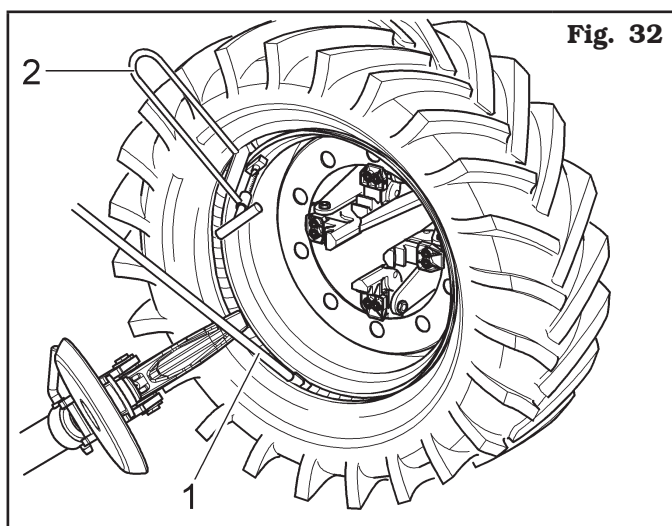

Fig. 32
- Tourner le mandrin dans le sens des aiguilles d'une montre jusqu'à l'enclenchement du levier (**Fig. 32 réf. 1**) dans le logement approprié obtenu sur l'outil à crochet.
- Exécuter la rotation du mandrin, en tenant le levier (**Fig. 32 réf. 1**) enfoncé jusqu'à ce que le talon externe du pneu ne soit complètement enclenché.
- Enlever le levier (**Fig. 32 réf. 1**), l'étau (**Fig. 32 réf. 2**) et retirer l'outil à crochet, en tournant le mandrin dans le sens contraire des aiguilles d'une montre et en le transférant vers l'extérieur.